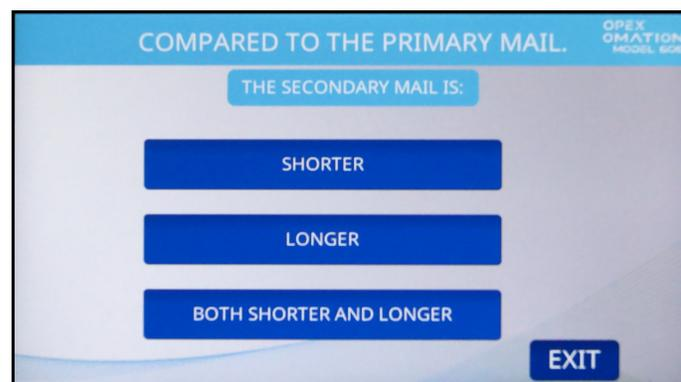

図 6-21 : 長さ比較画面
5. 長さでソートする場合、プライマリーメール比較してとセカンダリーメールが次の場合を選択します (図 6-21)。